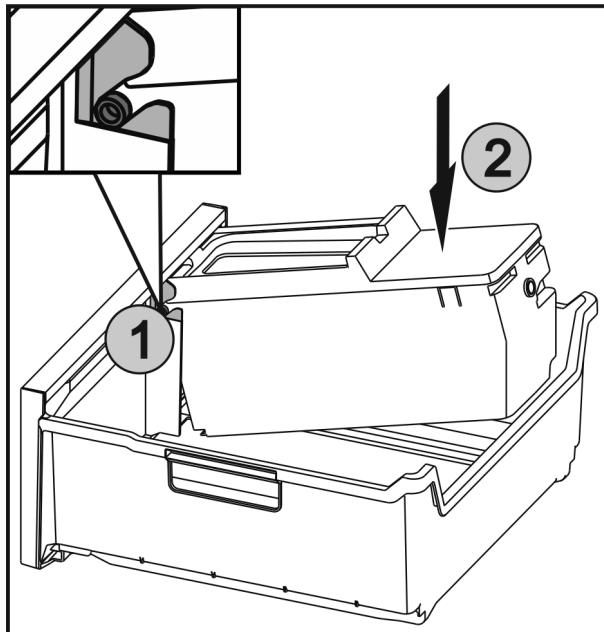

Fig. 37
- ▶ Вкарайте осите Fig. 37 (1) на EasyTwist-Ice във водачите и натиснете задната страна Fig. 37 (2), докато езичето се фиксира.